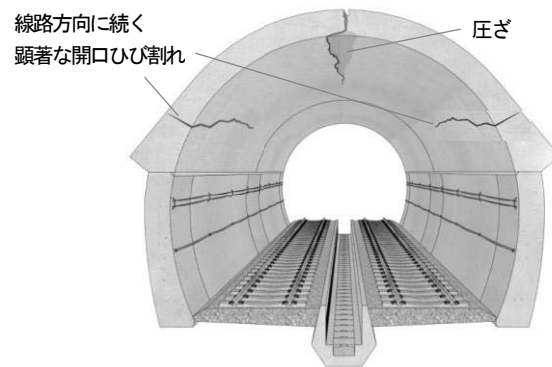

図1 山岳トンネルの覆工に見られた変状
- ① トンネルにおける特別全般検査について、検査の目的、検査の周期と検査の方法、判定すべき健全度に着目して通常全般検査と比較しながら述べなさい。
- ② トンネルにおける健全度の判定区分のうち、トンネルの構造の安定性に関する健全度Aと、はく落に対する安全性に関する健全度 α のそれぞれについて、変状の程度や具体例について概説するとともに、措置の考え方を述べなさい。
- ③ 山岳トンネルの覆工に、図1のような変状が見られた場合に想定される変状原因を述べなさい。また、詳細な情報を収集し、変状原因を確定するためにトンネル坑内で、あるいはトンネル坑内から実施する調査を具体的に2つ挙げ、それぞれについて述べなさい。